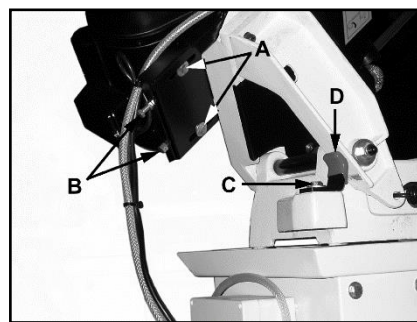

Рис.7
Открутите шестигранные винты (А, Рис. 7).
Открутите болт (С, Рис. 7) со скобы блокировки пильной рамы (D).